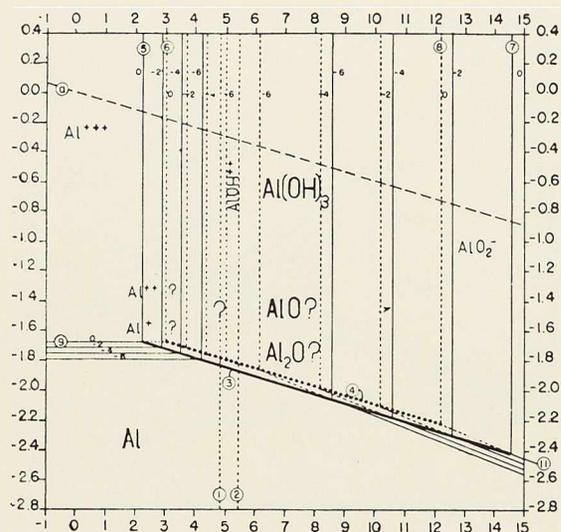

Fig. 26. Equilibre aluminium-eau (25° C).
Un atlas de diagrammes d'équilibres électrochimiques est actuellement en voie d'établissement pour tous les corps du système périodique des éléments; ce travail est réalisé sous les auspices d'une « Commission des Diagrammes tension-pH » dont font partie G. Charlot (Paris), P. Delahay (Bâton Rouge, Louisiane), M. Pourbaix (Bruxelles), G. Valensi (Poitiers) et P. Van Rysselberghe (Eugene, Oregon). Avec l'appui de l'Union Minière du Haut Katanga, le Cebelcor consacre une partie importante de son activité à l'établissement de cet atlas. Les figures 26 à 36 représentent un premier état de tels diagrammes (2) pour l'aluminium Al, l'arsenic As, l'or Au, le beryllium Be, le cadmium Cd, le cobalt Co, le mercure Hg, le sélénium Se, l'étain Sn, le titane Ti et le thallium Tl.